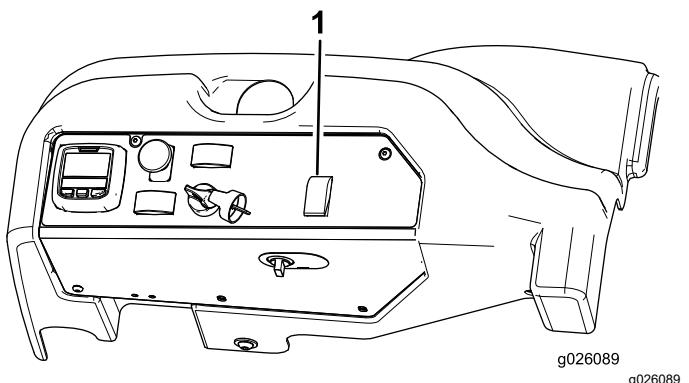

Figure 80
1. Appuyez sur le bas du sélecteur de direction, à la position 4 roues directrices (Figure 80).